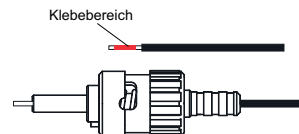

Bild 7 Klebebereich
- Alternativ zur Crimpung des POF-Kabelmantels, kann dieser auch, gleichzeitig mit der Faser, geklebt werden (S. Bild 7).
- Die abisolierte Faser mit dem 2-Komponentenkleber (9102KKPOF0001) versehen und in den Steckverbinder schieben. Dabei muss die Faser 1mm aus dem Steckverbinder herausstehen (s. Bild 7)